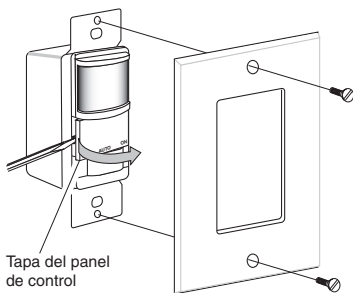

Figura 2 - Cómo quitar la tapa del panel de control
2. Quite la tapa del panel de control presionando suavemente con un destornillador y sacando la tapa haciendo palanca (vea la Figura 2).
1. Recoloque la tapa del panel de control e instale la placa ornamental de pared (Vea la Figura 2). En las instalaciones donde se combine el interruptor detector de movimiento con otros interruptores o enchufes en una caja extendida, se necesitará comprar una placa combinadora de pared. Varias placas combinadoras de pared se pueden encontrar en los centros comerciales para el hogar y, en las tiendas de aparatos eléctricos.